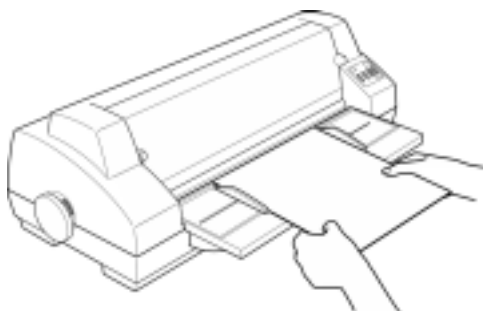

图 3-14 安装厚纸
9. 将纸放入打印机，如图 3-14 所示。纸张会自动进入并停在打印位置。